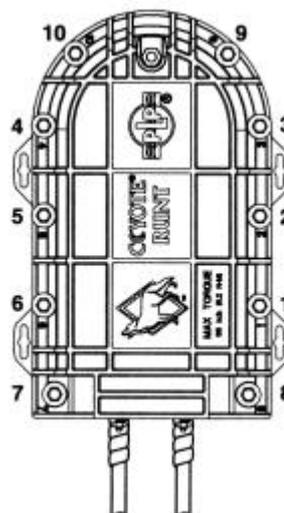

Figura 17 – Seqüência de fechamento
10.03 Posicione a tampa sobre a base da COYOTE RUNT e aperte levemente os parafusos, conforme a seqüência gravada na tampa (figura 17).